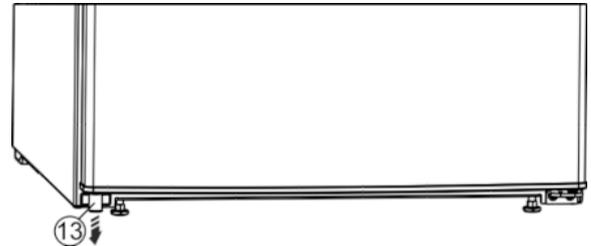

Fig. 4
- ▶ Извлеките из двери распорную деталь Fig. 4 (13) вниз слева.